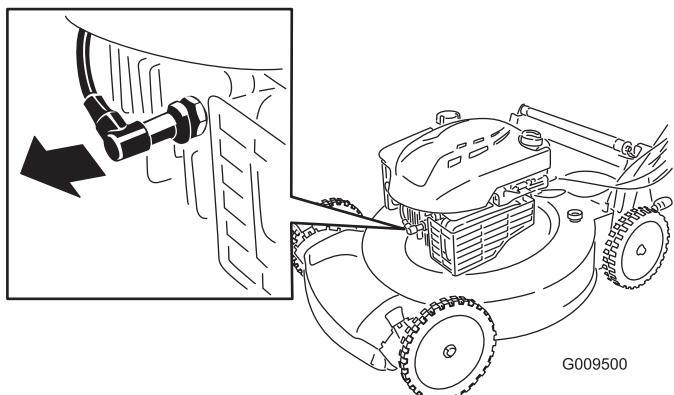

Figure 23
- Débranchez le fil de la bougie (Figure 23) avant de procéder à un quelconque entretien.